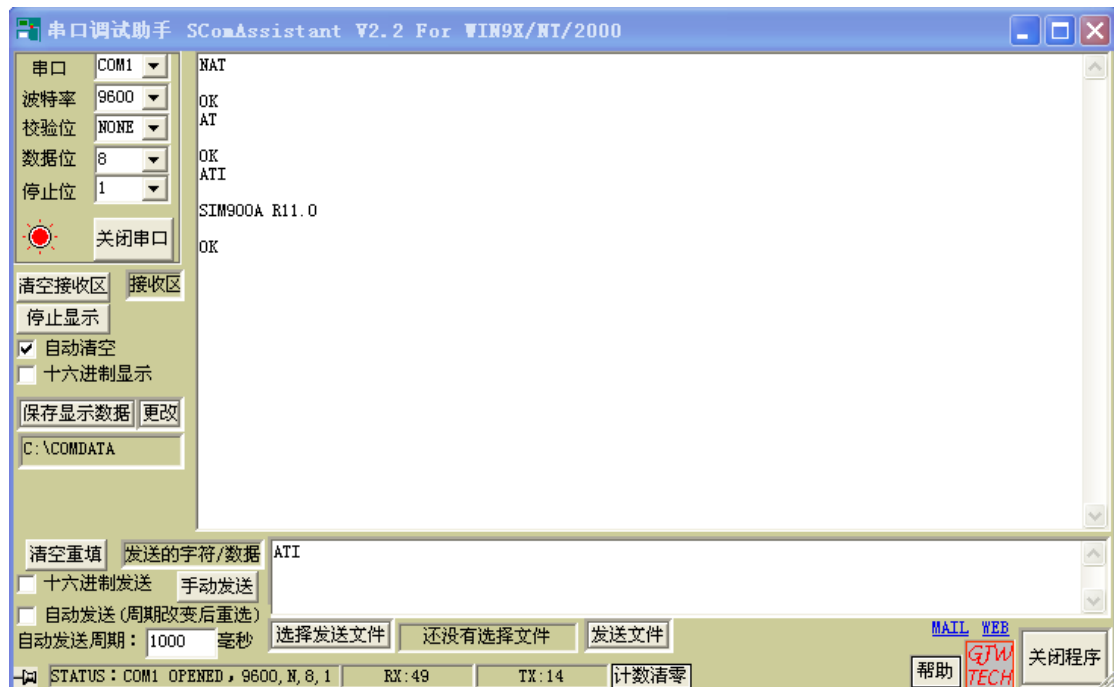

图2-1
- 1、正常方式发送（ASCII 码方式）在发送框中输入ATI 后，再按ENTER 键，最后点击手动发送选项框。测试结果如下图2-1 所示。